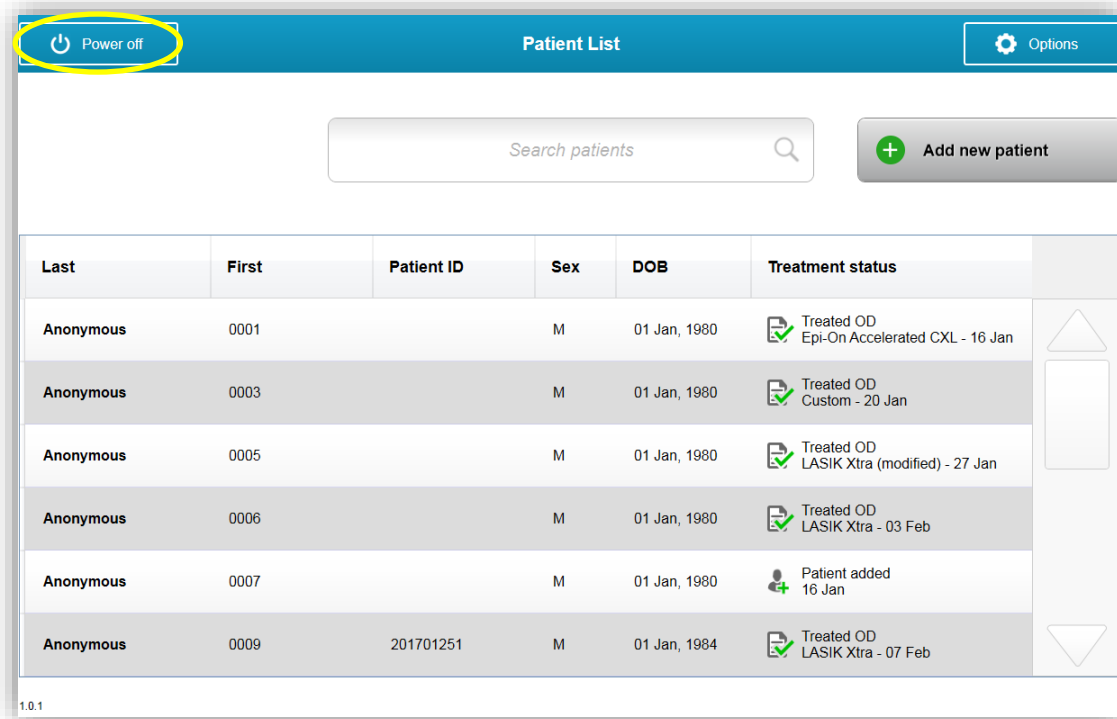

Abbildung 3-48. Wählen Sie „Abschalten“ (Power Off)
- Wählen Sie wie in Abbildung 3-48 die Option „Abschalten“ (Power Off) auf dem Startbildschirm „Patientenliste“ (Patient List).